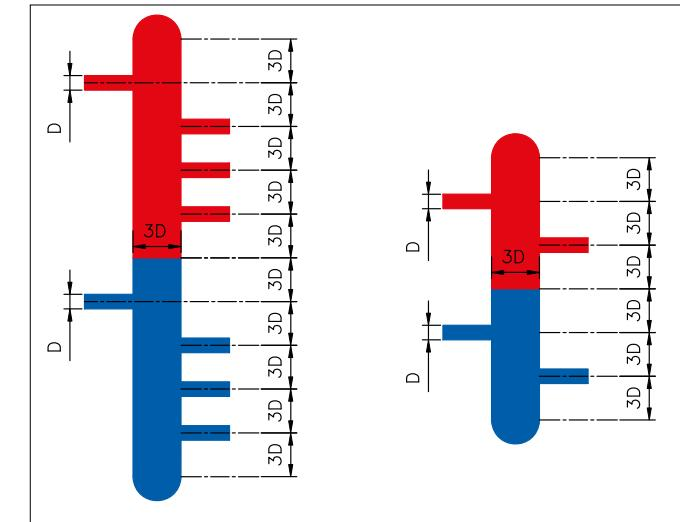

Рисунок 3.
Термогидравлический распределитель и гидравлический разделитель конструктивно представляют собой вертикально установленную перемычку большого диаметра (**рисунок 3**). За счет большого диаметра (по отношению к диаметру трубопровода котлового контура) быстро гасится скорость теплоносителя в термогидравлическом распределителе (или гидравлическом разделителе). Гидравлическое сопротивление такого устройства пренебрежительно мало по отношению к сопротивлению контуров отопления и котла. Таким образом, между котлом и контурами отопления появляется буфер с практически нулевым сопротивлением, то есть контуры отопления никаким образом не будут оказывать влияние на контур котла и расход теплоносителя через котел. Функцию гидравлического разделения котлового контура и контуров отопления выполняют оба этих устройства.
3. Для определения размеров термогидравлического распределителя и гидравлического разделителя необходимо использовать правило 3-х диаметров (3D) либо специальное программное обеспечение. Между осями любых двух подсоединений к термогидравлическому распределителю (гидравлическому разделителю) должно быть расстояние не меньше чем 3 диаметра (**рисунок 3**). Из **рисунка 3** видно, что высота гидравлического разделителя гораздо меньше, чем высота термогидравлического распределителя.